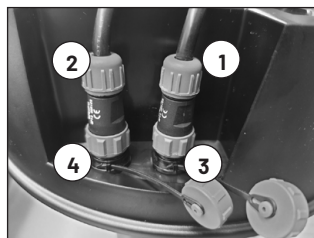

Fig. 1
1. Collegare la messa a terra (13) a un palo per la messa a terra utilizzando l'apposito cavo fornito a corredo. Per effettuare una messa a terra corretta seguire i consigli riportati al paragrafo 7.4.
2. Inserire il cavo di collegamento dell'adattatore di rete (1) e/o il cavo di collegamento batteria (2) nell'attacco posto sul dispositivo e stringere il connettore (fig. 1).